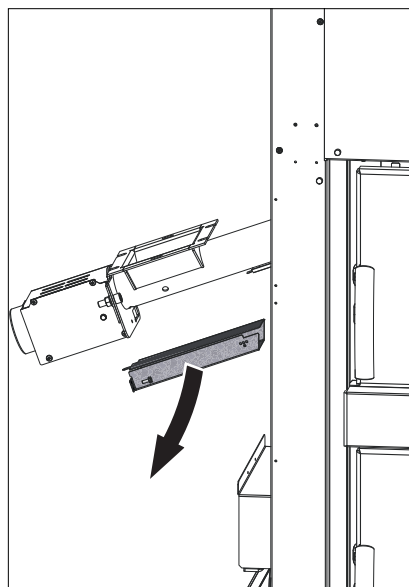

Fig. 34 Kabelschacht abmontieren
- ▶ Kabelschacht von der Einheit Zellradschleuse-Schneckenrohr abmontieren (Fig. 34), dieser wird später wieder montiert – siehe Pkt. 12.24.